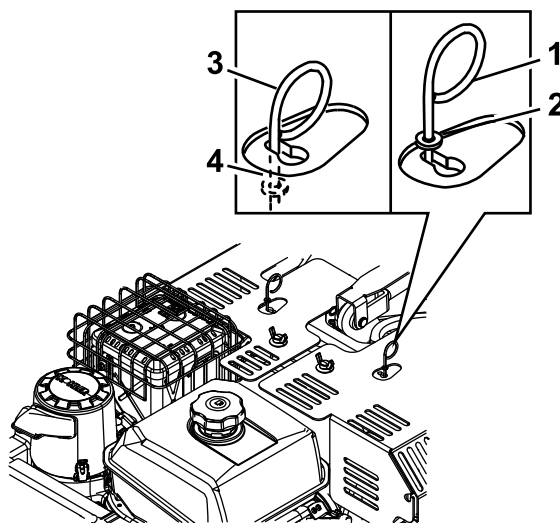

Figura 28
2. Spostate la leva sull'apertura più grande della scanalatura (Figura 28).
3. Spingete verso il basso la leva fino a quando la rondella non si trova all'interno del telaio (Figura 28).
4. Spostate la leva nella porzione stretta della scanalatura e rilasciate la leva (Figura 28).
2. Spostate la leva della valvola di rilascio sull'apertura più grande della scanalatura (Figura 28).
3. Tirate verso l'alto la leva fino a quando la rondella non si trova all'esterno del telaio (Figura 28).
4. Spostate nuovamente la leva della valvola di rilascio nella porzione stretta della scanalatura e rilasciate la leva (Figura 28).